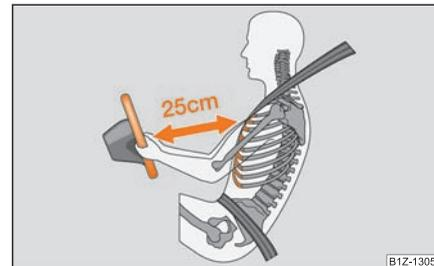

Fig. 135 Bonne distance par rapport au volant
- Il est important que le conducteur et le passager avant soient au minimum à 25 cm du volant et du tableau de bord ⇒ page 157, fig. 135. Les airbags ne peuvent pas vous protéger si vous en êtes plus près – danger mortel! Les sièges avant et les appuie-tête doivent en outre toujours être ajustés en fonction de la taille des personnes.